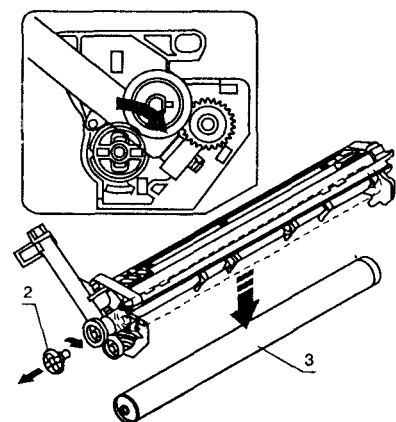

Рис. 7.20
3. Удалите фиксатор 2 (рис. 7.20) светобарабана 3 и снимите его.